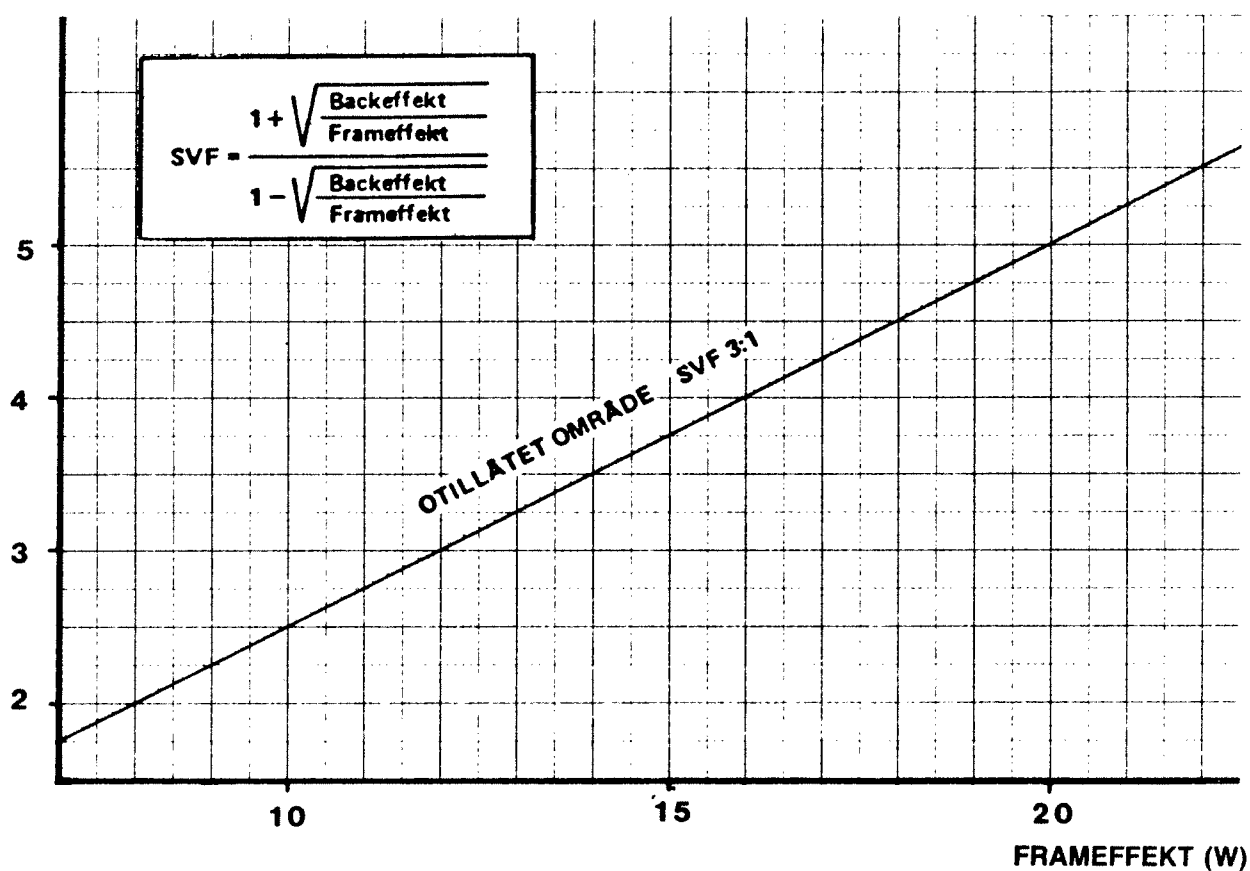

Bild 11. Förhållandet frameffekt/backeffekt
- Kontrollera att förhållandet frameffekt/backeffekt ger ett SVF som inte överstiger 3:1. Backeffekten får inte överstiga 25 % av frameffekten, se bild 11.